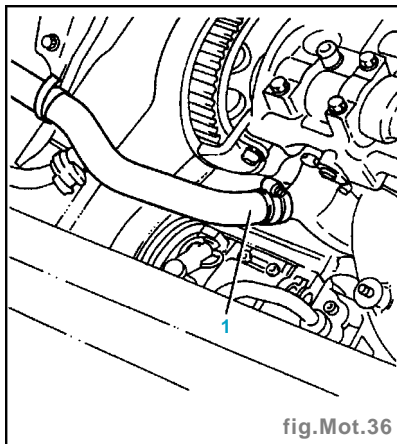

fig. Mot. 36
- Déconnecter du thermostat la tuyauterie d'amenée du liquide de refroidissement au radiateur (4).
- Déconnecter du thermostat la tuyauterie d'amenée du liquide de refroidissement à l'échangeur de chaleur de l'huile moteur (5).
- Déconnecter du thermostat la tuyauterie d'amenée du liquide de refroidissement à la vanne papillon/au réservoir du liquide de refroidissement (6).
- Déconnecter du tube rigide d'entrée de la pompe à eau du moteur de la tuyauterie de retour du liquide de refroidissement du radiateur (8).
- Déconnecter du tube rigide d'entrée de la pompe à eau du moteur de la tuyauterie d'alimentation du système (1) (fig. Mot. 36).